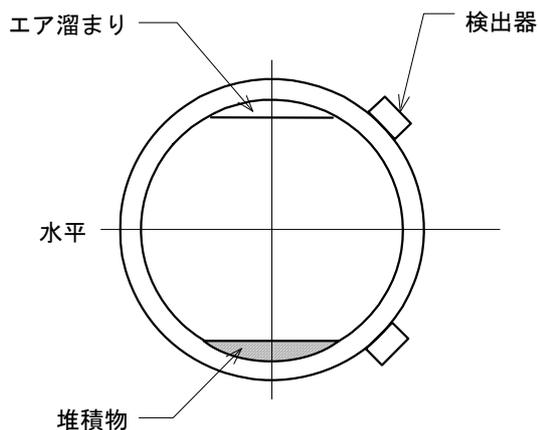

図 2-1； 検出器の取付位置
- 4) 図2-1、図2-2に示すように、測定管の真上および真下にはエア溜まり又は堆積物がある場合がありますので、このような場所を避けた位置を選んでください。また、フランジあるいは溶接部といった接合部を避け、極力外面の平滑なところを選んでください。